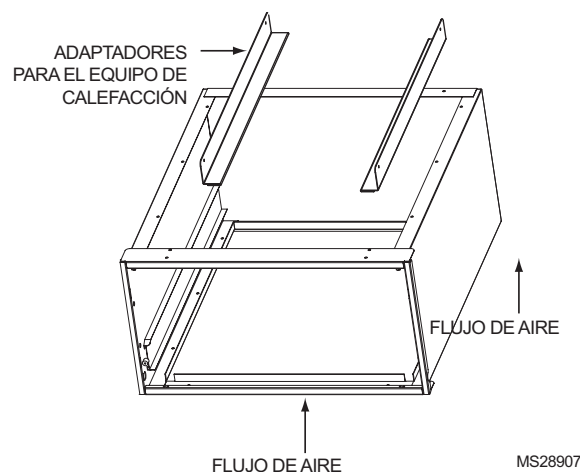

Fig. 9. Uso de los adaptadores para el equipo de calefacción.
- e. Se incluyen adaptadores para el equipo de calefacción, para mayor conveniencia del instalador. Están diseñados para instalaciones de montaje en la parte superior o inferior (ver Fig. 9).